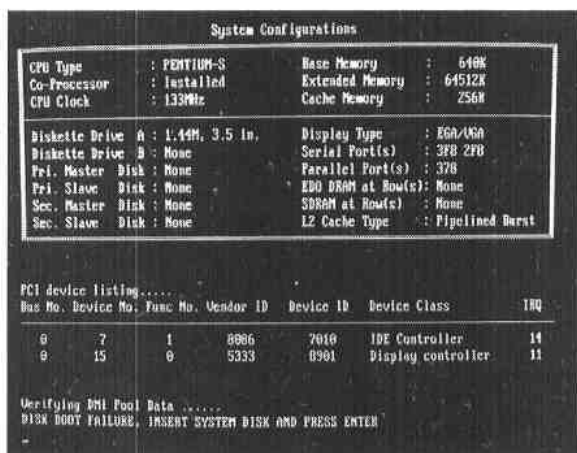

图 1-6 要求放入开机用的磁盘
14. 如果在任何一个磁盘驱动器上找不到所需的开机信息，则 BIOS 这时将在屏幕上显示出错误信息告知你目前没有可供启动的硬盘。一般来说如果没有设置硬盘、且软驱没有插入磁盘，这时 BIOS 会要求你放入可供启动的硬盘。而如果硬盘或软盘上没有可启动的数据，则 BIOS 会在画面上显示出“Disk boot failure, insert”之类信息，这时需更换插入可引导软盘来尝试启动，除此之外，这也可能是因为尚未设置硬盘的 Active 分区所导致，如图 1-6 所示。